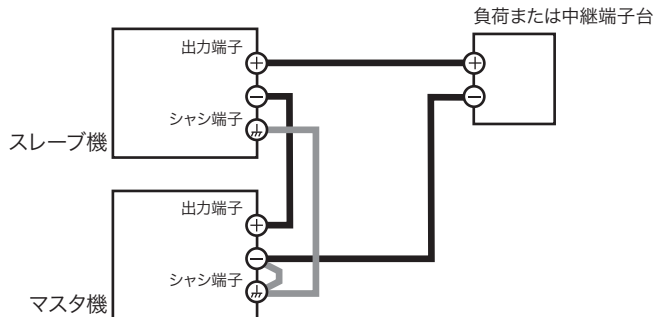

図 6-3 直列運転の負荷接続（マスタ機の一端子をシャシ端子へ接続する例）
- 図 6-3 のように、マスタ機、スレーブ機の負荷用電線を負荷または中継端子台へ接続します。